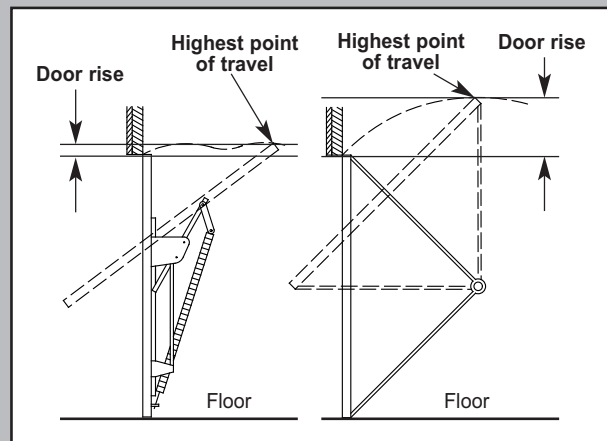

Fig. 2-10
**2. Determine door rise (Fig. 2-10).**